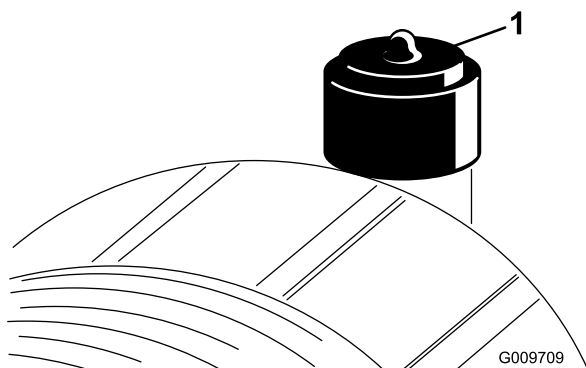

Figura 27
Revise el filtro del limpiador de aire únicamente cuando el indicador de mantenimiento (Figura 27) lo requiera. El cambiar el filtro antes de que sea necesario sólo aumenta la posibilidad de que entre suciedad en el motor al retirar el filtro.
8. Reinicie el indicador (Figura 27) si se ve rojo.